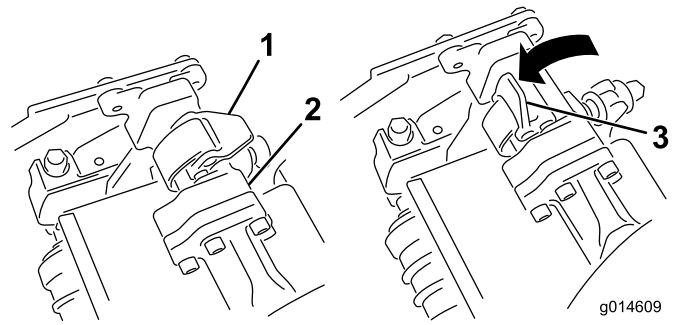

Figura 52
- 4. Aprite i fermi sulla barra del braccio di sospensione (Figura 52) e spingete verso il basso il braccio di sospensione in modo tale che la barra si inserisca sopra entrambi i bracci orientabili sull'apparato di taglio e assicuratevi che i fermi si trovino sotto la barra trasversale dell'apparato di taglio (Figura 53).
5. Chiudete i fermi spostandoli verso il basso e attorno alla barra dell'apparato di taglio, quindi bloccateli in posizione (Figura 52).
- Aprite i fermi sulla barra del braccio di sospensione dell'apparato di taglio che state rimuovendo (Figura 52).